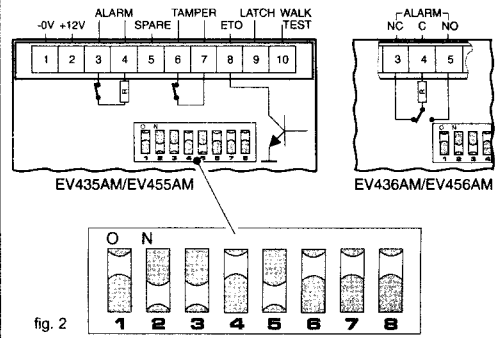

fig. 2
- Zet de elektronische module ③ terug en bedraad zoals aangegeven (fig. 2).
- Kies de gewenste opties aan de hand van de schakelaars zoals aangegeven (fig. 2), zet de behuizing ② terug, bevestig met de schroef ⑨ en plaats tenslotte de afdekplaat ①.
IN- EN UITSCHAKELEN LED VAN OP AFSTAND (fig. 2).
Let op: Allereerst dient de polariteitsaansturing ("CV") van het alarmgeheugen via schakelaar 8 ingesteld te worden (fig. 2).